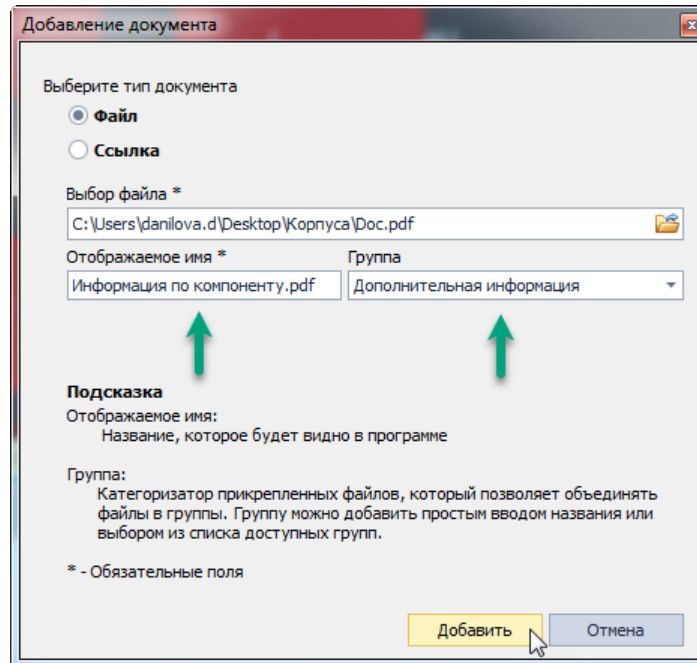

Рис. 329 Именованное прикрепляемой информации и завершение ее добавления
7. Введите имя, под которым будет отображаться прикрепляемая информация в интерфейсе системы, поле «Отображаемое имя», см. Рис. 329. Кроме того, можно группировать добавляемую информацию, указывая в поле «Группа» одну и ту же группу, имя которой может быть выбрано произвольно.